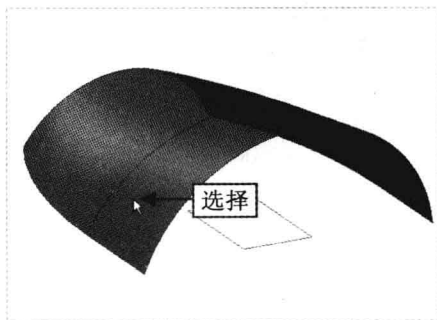

图 10-28 选择合适的曲面
Step 01 按【Ctrl+O】组合键，打开图形文件，在绘图区选择合适的曲面，如图 10-28 所示，